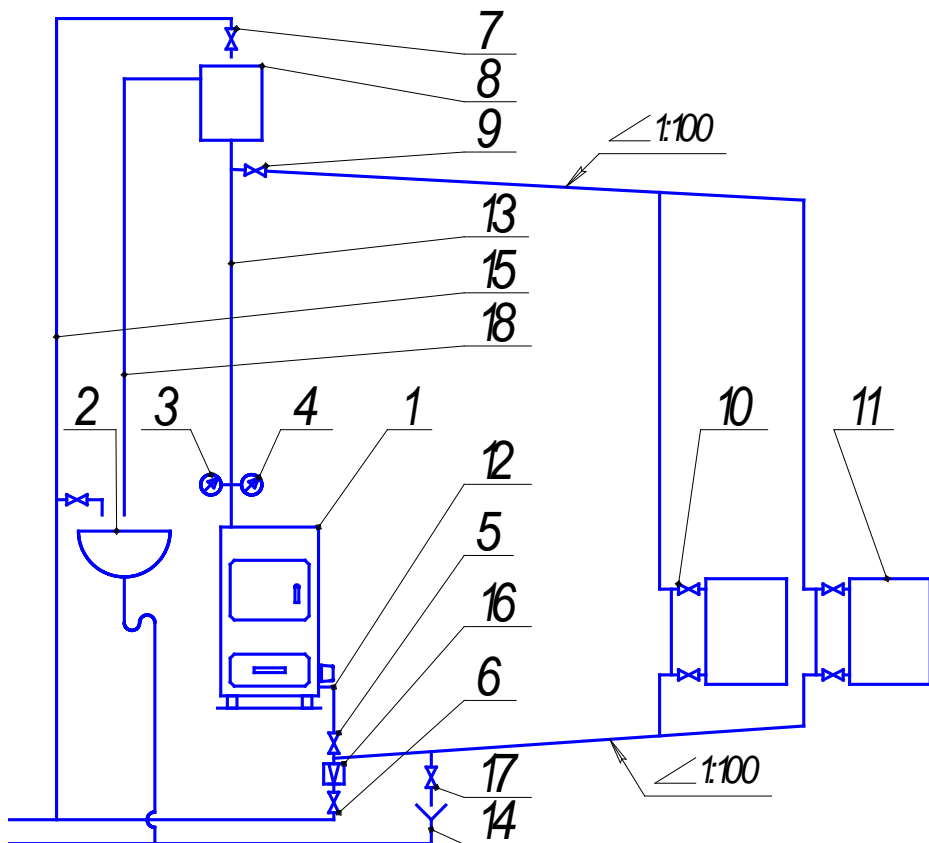

Рисунок 4. Схема однотрубной системы отопления, с верхней разводкой, с естественной циркуляцией, с открытым расширительным баком для одноэтажных строений.
5.4.6. В системе отопления следует установить краны (поз. 5,9 рисунок 4,5) для отключения котла от системы отопления с целью замены ТЭНа, ремонта котла или его замены.